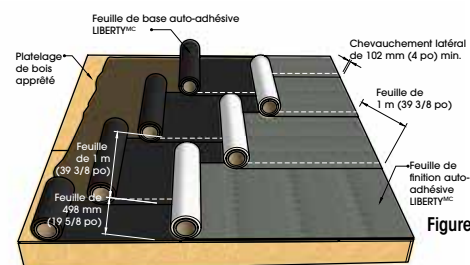

Figure 1
- Commencez par le point bas du toit et alignez-le avec le bord métallique, avec la lisière latérale (voir la figure 1) sur le côté haut du toit.